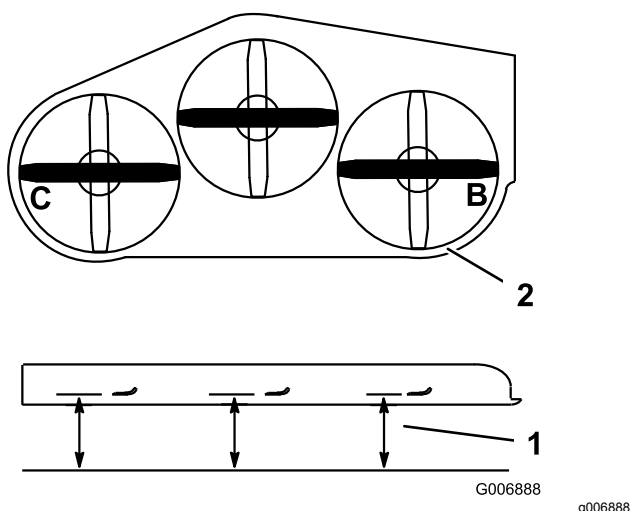

Figura 87
4. Misurate ai punti **B** e **C** da una superficie piana fino al tagliente della punta della lama (Figura 87).